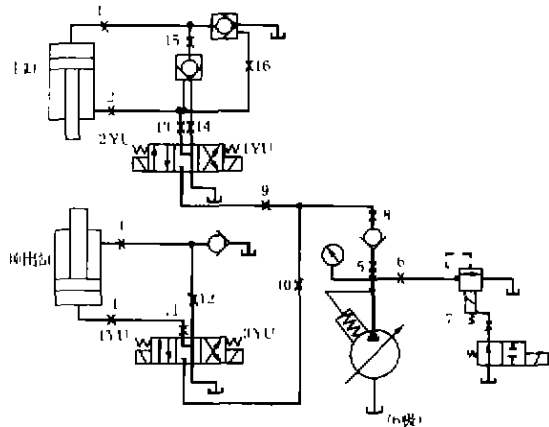

图 3 一般液压系统截堵程序和截堵点示意图
2) 一般液压系统截堵程序和截堵点(见图 3)
作相应截堵,如图3所示。还应截堵3、4点,检查顶出缸有无问题;若液压系统有压力,则检查顶出缸;若无压力,则检查液压系统。